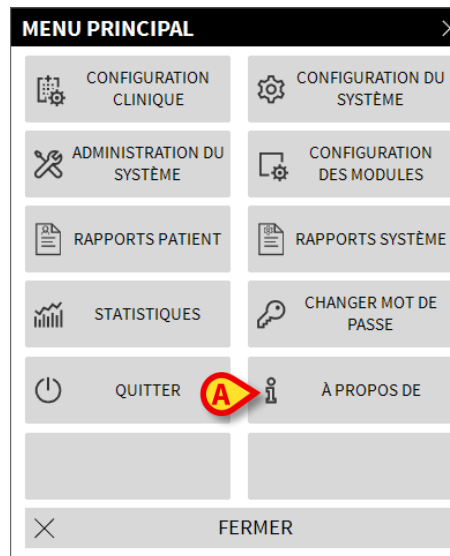

Fig. 10
Ensuite, un menu s'affiche qui propose différentes options (Fig. 10).
- Cliquer, dans le menu, sur le bouton **À propos de** (Fig. 10 A). Ensuite, s'affiche la fenêtre À propos de Digistat (Fig. 11).